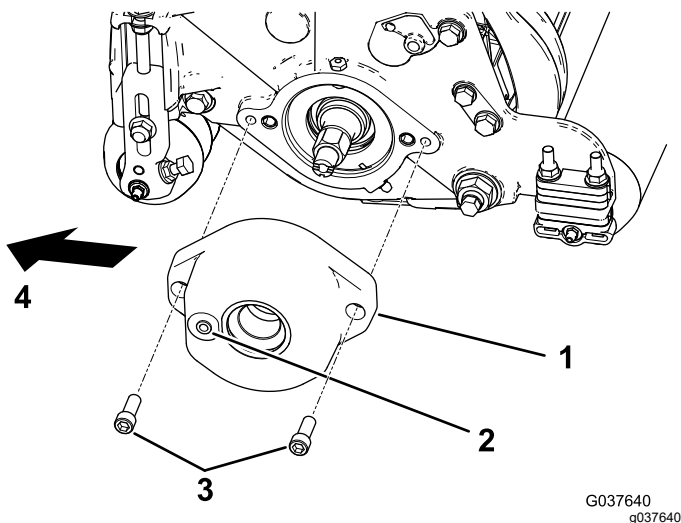

Figure 4
2. **Kit modèle 133-0158 pour Reelmaster 5010 à unités de coupe de 18 cm seulement :** montez le carter de la brosse sur le logement de roulement de cylindre avec 2 boulons à tête hexagonale creuse ($\frac{3}{8}$ " x 1") ; voir Figure 4.